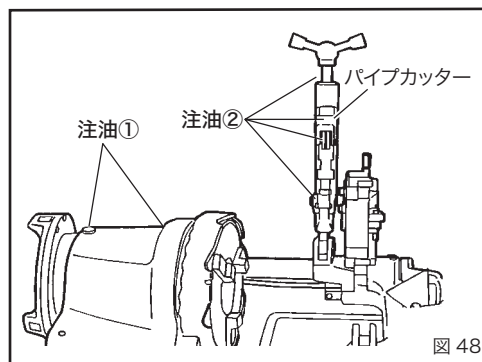

図 48
1. 注油 (図 48)
①主軸軸受の注油
1 月に1度程度、グリスを主軸部に注入してください。(図 48 ①)
②パイプカッターの注油
ねじ部、ローラー軸、刃など、可動部には使用毎にスピンドル油、マシン油などを注油してください。(図 48 ②)